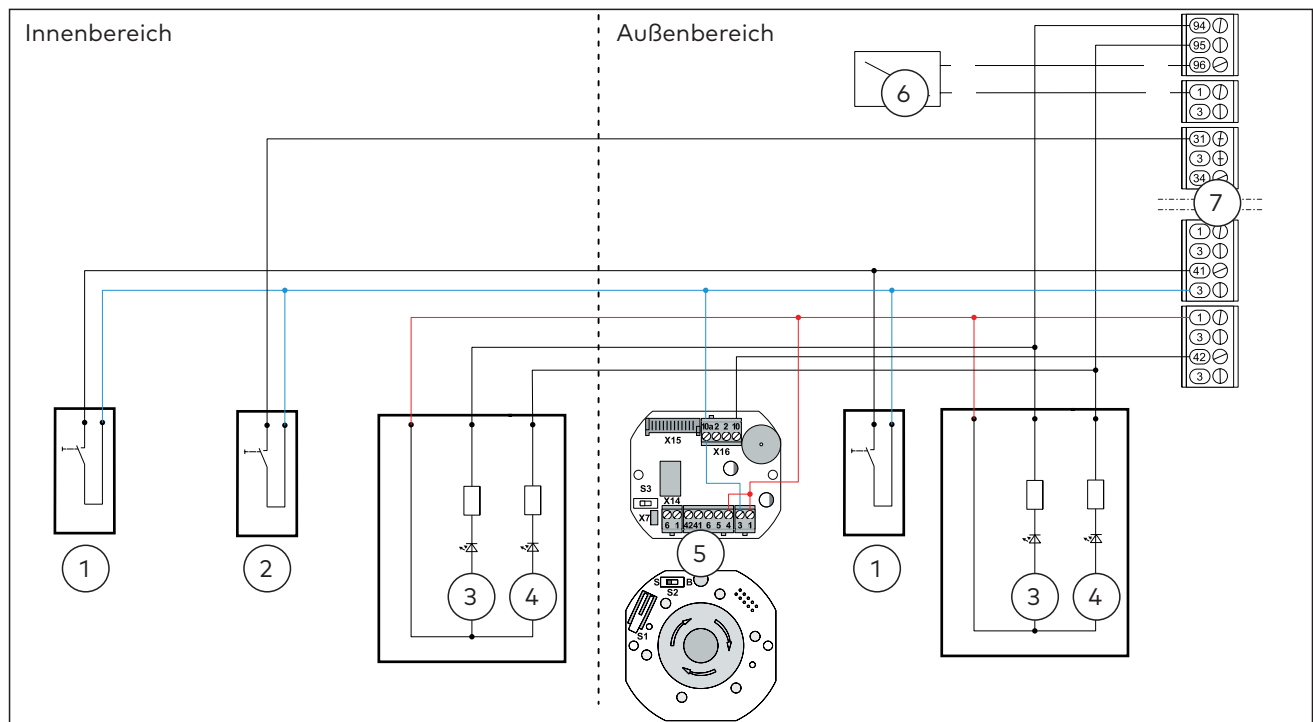
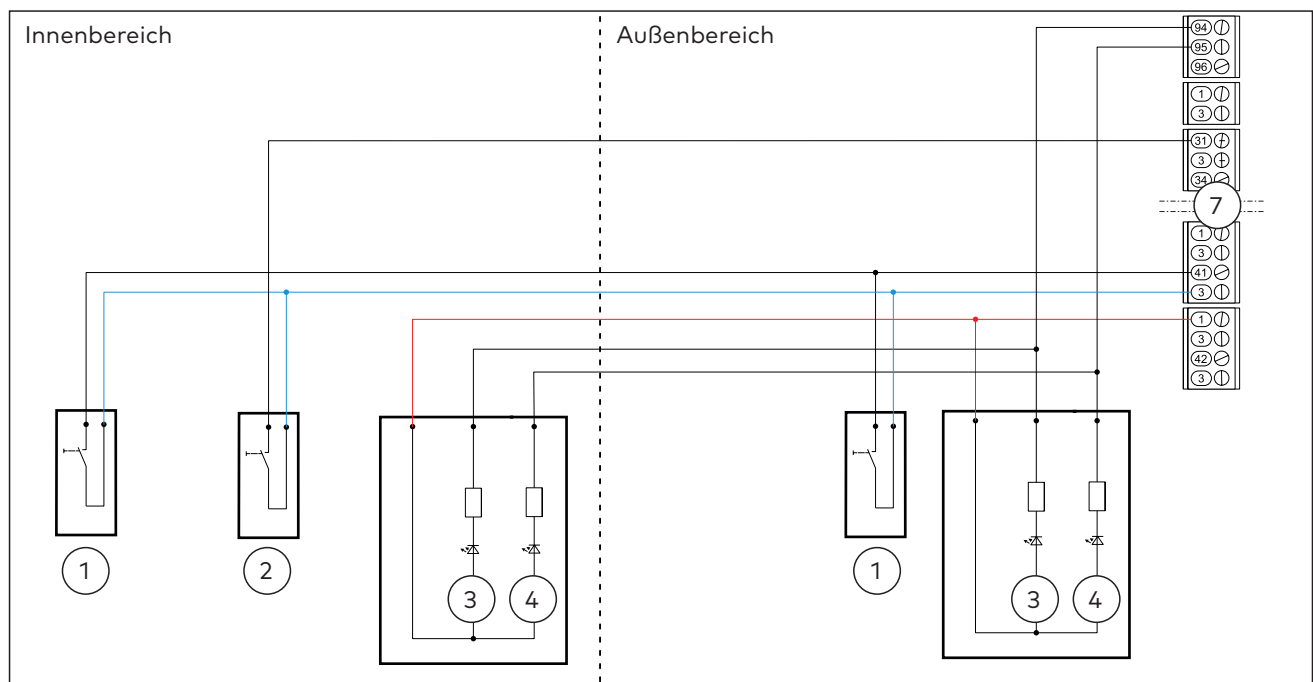

Abb. 56 Beispielhafter Anschlussplan WC Objekt-Bereich
Abb. 57 Beispielhafter Anschlussplan WC Privat-Bereich
1. Die WC-Steuerung gemäß dem Anschlussplan anschließen. WC Objekt-Bereich (Abb. 56), WC Privat-Bereich (Abb. 57). Die Anschlusspläne sind beispielhaft.